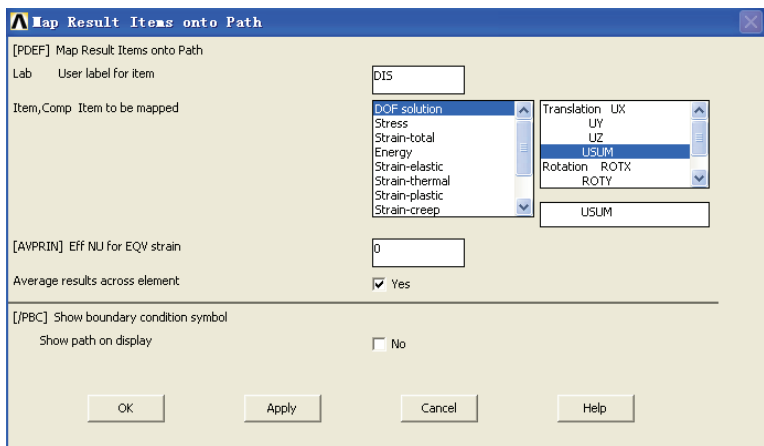

图 6-61 映射求解结果到路径上对话框
20) 选择 Main Menu | General Postproc | Path Operations | Map onto Path 命令, 出现 Map Result Items onto Path 对话框, 在 Lab User label for item 输入栏中输入 DIS, 在 Item,Comp Item to be mapped 列表框中选择 DOF solution, Translation USUM, 在[AVPRIN] Eff NU for EQV strain 输入栏中输入 0, 如图 6-61 所示。